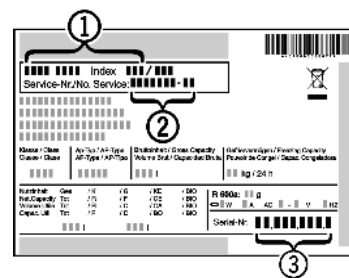

Fig. 29
► Назва пристрою Fig. 29 (1), сервісний номер Fig. 29 (2) та серійний номер Fig. 29 (3) вказані на заводській табличці. Заводська табличка знаходиться всередині пристрою, зліва.